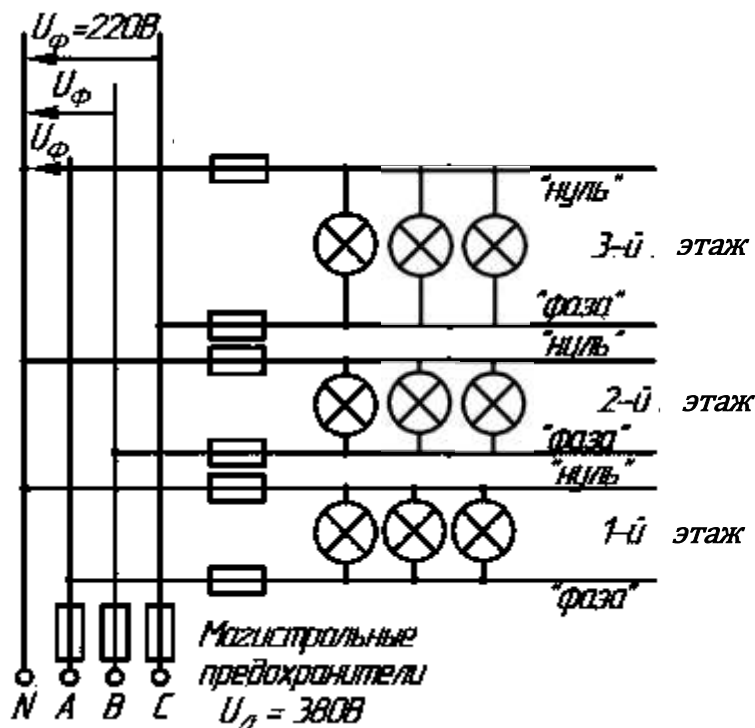

Рисунок 14
**Пример 5.** Осветительные лампы трех этажей предприятия соединены «звездой» и присоединены к трехфазной четырехпроводной линии с напряжением  $U_{\text{Л}} = 380 \text{ В}$  (рисунок 14). Число ламп на каждом этаже одинаковое  $n_A = n_B = n_C = 50$ . Мощность каждой лампы  $P_{\text{лампы}} = 100 \text{ Вт}$ . Определить величины, : фазных токов  $I_{\phi} (I_A = I_B = I_C)$  при одновременном включении всех ламп на каждом этаже; фазные мощности  $P_{\phi} (P_A = P_B = P_C)$  и общую мощность трехфазной цепи  $P$ .